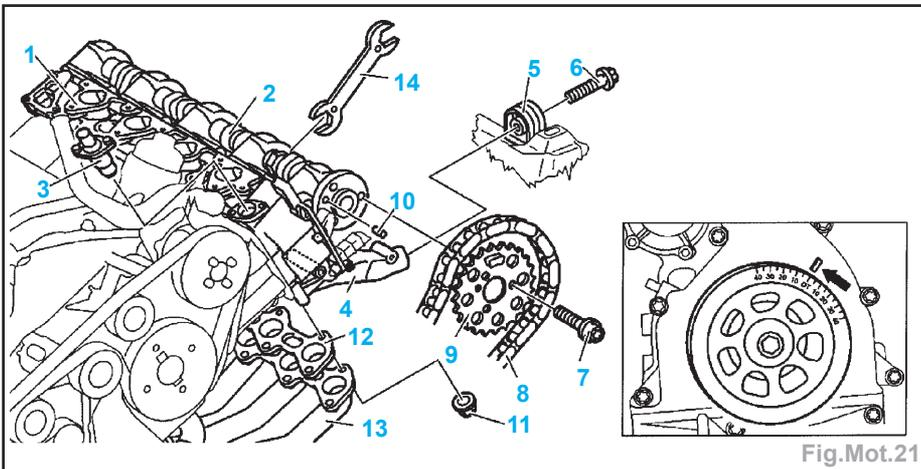

Fig.Mot.21
- Démontez de la culasse (1), l'ensemble collecteur d'échappement-catalyseur (13) (Fig.Mot.21).